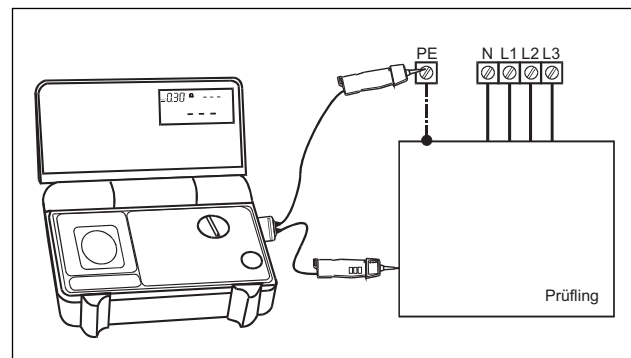

Abb.7.6
- Die Prüfspitzen des COMMANDER 2 (ggf. mit Messzubehör) mit dem Prüfling, wie in Abbildung 7.6 dargestellt, verbinden :